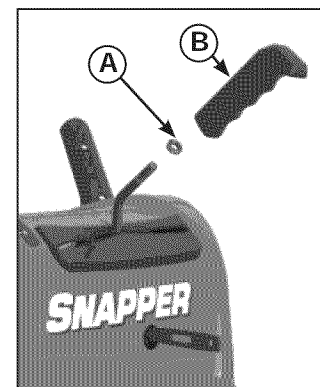

Figura 6. Instale la tuerca autoblocante
1. Instale la tuerca autoblocante delgada (A, Figura 6) en la varilla del dispositivo de rotación de la rampa. Instale el asa del control de rotación de la rampa (B) en la varilla del dispositivo de rotación de la rampa y gírela al menos 10 veces hacia la derecha.